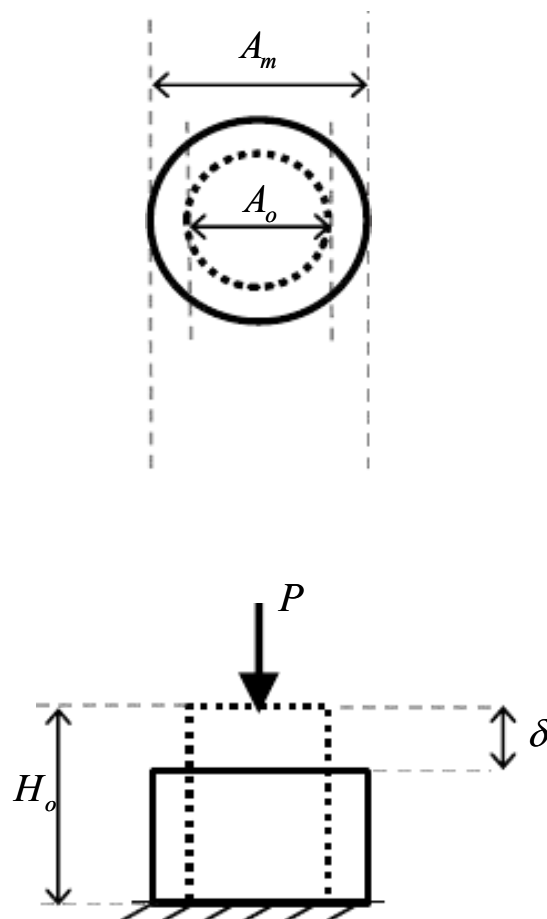

Figura 1. Espécimen cilíndrico deformado por una carga a compresión.
En la figura 1, se tiene un cilindro de un material deformable, cuyas dimensiones iniciales son área transversal A_o y altura H_o , al cual se somete una carga perpendicular P a compresión sobre el área superior, provocando una deformación vertical δ y un ensanchamiento en su área media transversal A_m . El material experimenta un cambio de forma sin cambio de volumen.
- a) **Deformación unitaria lineal (ε)** es la relación entre la deformación en dirección de la carga aplicada y la altura original del espécimen (figura 1), expresión (1).
- b) **Esfuerzo normal (σ)** es el cociente de la carga resultante aplicada perpendicularmente a un área (figura 1), expresión (2).